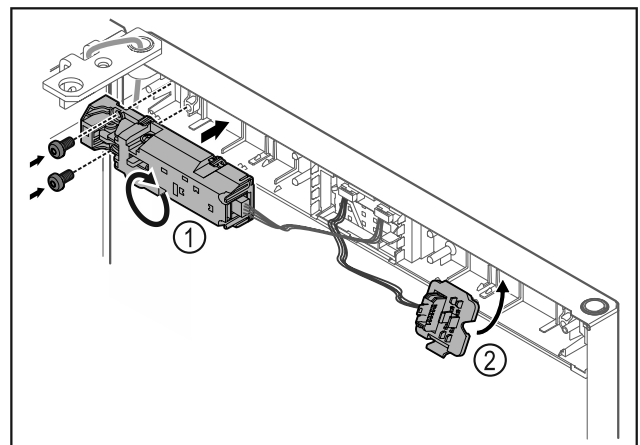

Fig. 24
- ▶ 将遥控锁 Fig. 24 (1) 转动 180°，然后固定在对面。
- ▶ 将插头架 Fig. 24 (2) 卡入到对面。